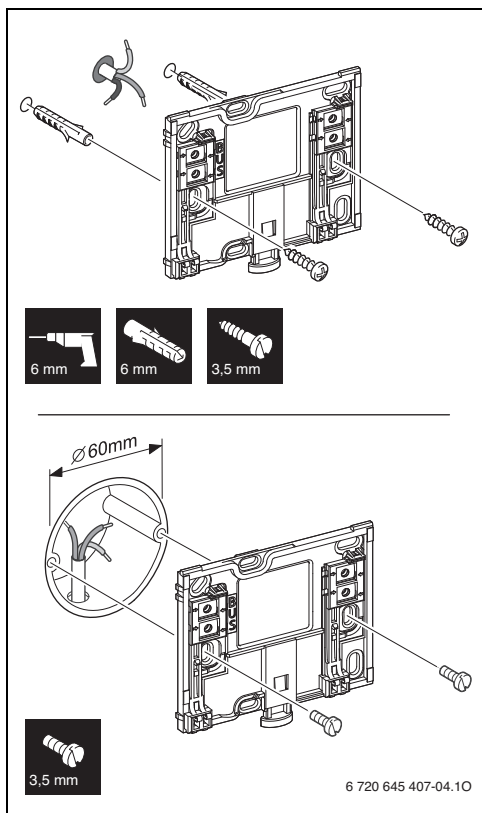

Fig. 5 Montering af underdel
- ▶ Montér underdelen på væggen (→ fig. 5).